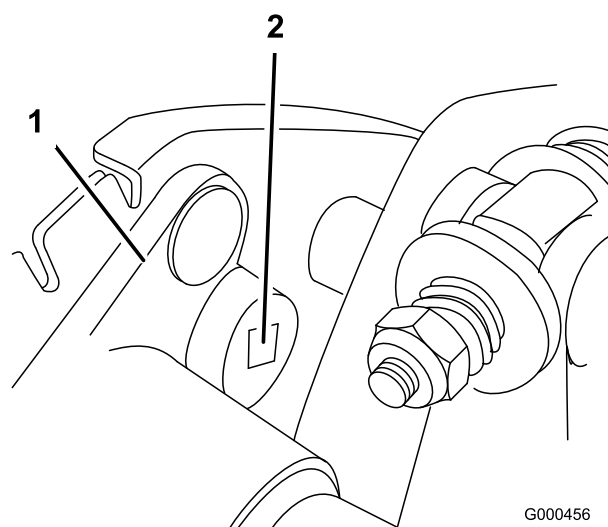

Figura 33
B. Con una chiave torsiometrica da 3/8" girate la sede del cuscinetto ad una coppia di 4-4,5 Nm per impostare la tensione della cinghia (Figura 33)